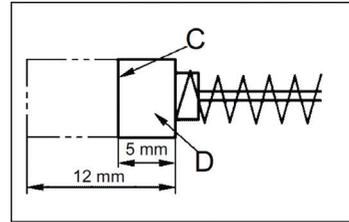

Рис. 5
- Систематически контролируйте состояние угольных щеток электрического двигателя (загрязненные или чрезмерно изношенные щетки могут вызвать сильное искрение и уменьшение частоты вращения инструмента, а также выход его из строя). Предельный износ угольных щеток – остаток менее 5мм (рисунок 5).